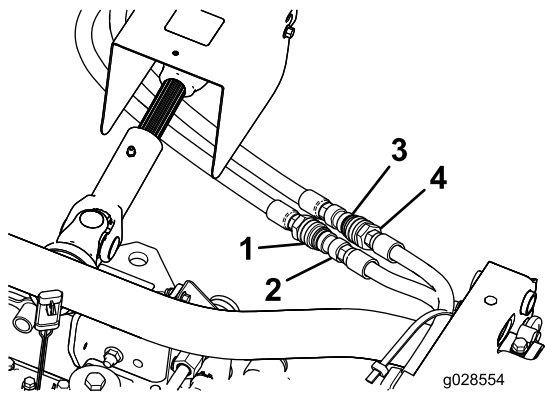

Figura 6
1. Instale el acoplador de conexión rápida macho en la manguera (3/8 x 79-1/2 pulgadas) como se indica en Figura 6 y apriete el acoplador con un par de 37-45 N m.
2. Instale el acoplador de conexión rápida hembra en la manguera (3/8 x 56-1/2 pulgadas) como se indica en Figura 6 y apriete el acoplador con un par de 37-45 N m.